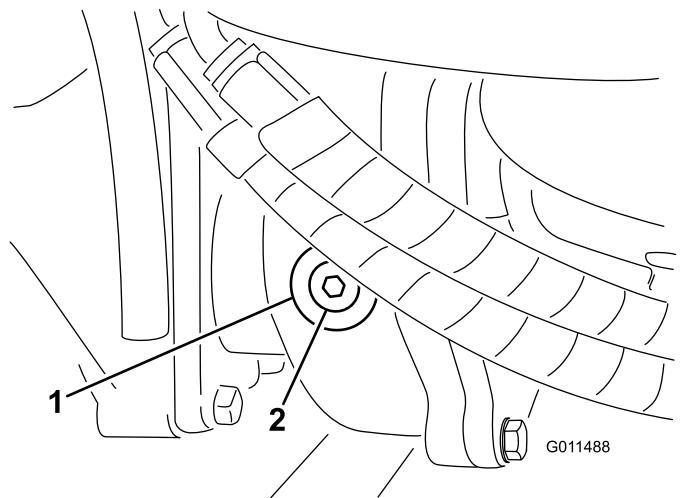

Figura 107
2. Retire el tapón de verificación/llenado del lado izquierdo de la caja de engranajes y asegúrese de que el lubricante llega al borde inferior del orificio (Figura 107).